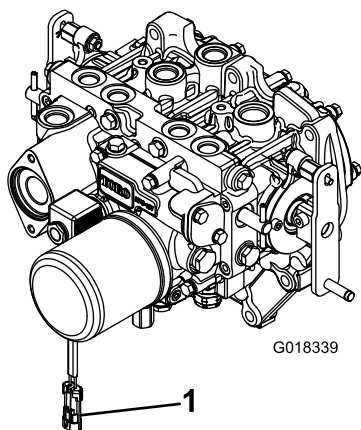

図 3
2. ワイヤハーネスについているPTO用ソレノイドバルブ駆動コイル用のコネクタを外す 図 3。
8. 駆動シャフトの反対側の端部をアタッチメントのギアボックスのシャフトに固定し終わったら、ワイヤハーネスの電気コネクタをPTOソレノイドバルブのコイルのコネクタに接続する 図 3。